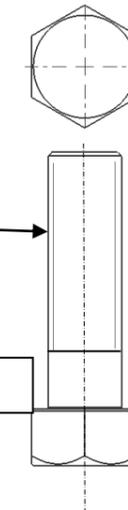

fig.3
- En mesurant celle-ci sur la fig.3, choisir la bonne désignation parmi **les 5 propositions suivantes** : (entourer la bonne réponse)